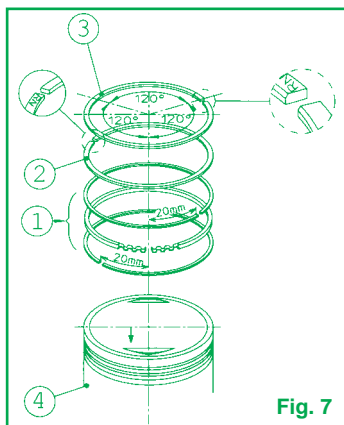

Fig. 7
- Introduire l'expandeur du segment racleur d'huile dans la gorge spéciale sur le piston, monter l'élément inférieur puis l'élément supérieur en complétant le montage du racleur d'huile (Fig. 7 - Dét. 1).
- Monter le deuxième segment avec l'inscription N tournée vers la partie supérieure du piston comme indiqué Fig. 7 - Dét. 2.
- Monter le premier segment de compression avec l'inscription N tournée vers la partie supérieure du piston comme indiqué Fig. 7 - Dét. 3.
- Mettre en place les segments comme indiqué Fig. 7.
- Mettre en place le piston sur la bielle et introduire le nouvel axe. S'assurer que la flèche gravée sur le ciel du piston est tournée côté échappement (Fig. 7 - Dét. 4).
- Vérifier à nouveau que les segments sont bien positionnés comme indiqué Fig. 7.
- Couper le contact, effectuer une nouvelle purge en desserrant l'écrou (Fig. 7).